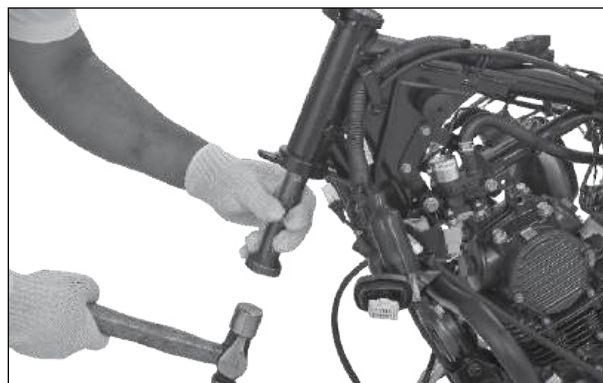

Fig. 6.51
- Remova a pista externa superior da direção montada na extremidade superior do tubo pivô da direção (chassi), utilizando a ferramenta especial. (Fig. 6.51)